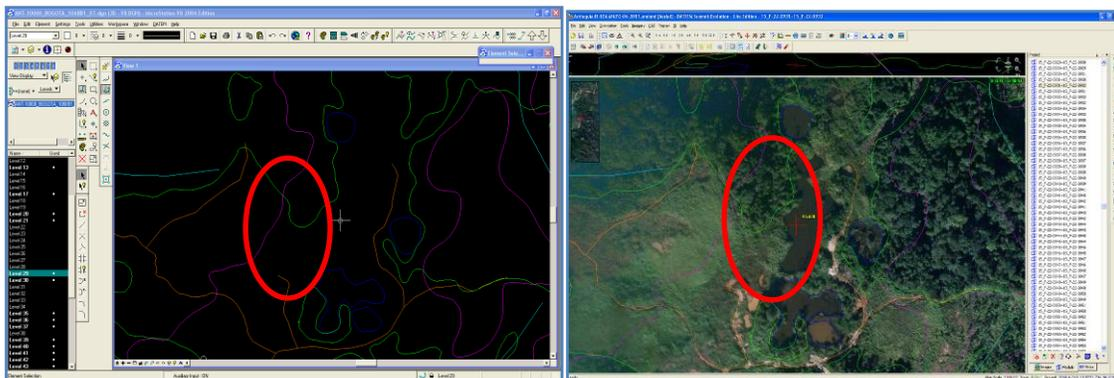

Figura 24. Ubicación elemento a capturar
3. Ubique el elemento a capturar en la ventana de **DAT/EM Summit Evolution**, de clicke en el botón Line de la herramienta CAD Commands, ajuste estereoscópicamente la altura del elemento y comenzar a capturar los vértices del elemento.(Ver Figura 24).